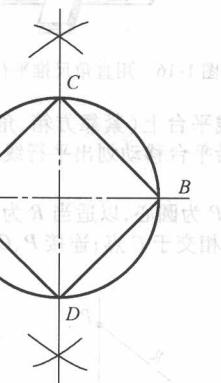

图 1-22 正方形的划法
(1)在已知圆内划正方形(图 1-22) 在圆内划互相垂直的中心线,与圆周相交于 A, B, C, D ;连接 AC, AD, BC, BD ,即可得正方形。